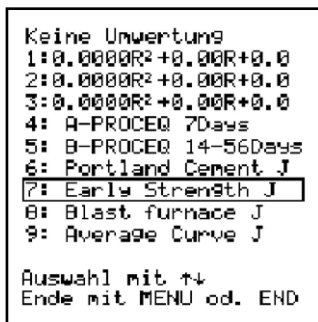

Fig. 4.4 Menü Umrechnungskurven
- oder zwischen 2 programmierten Proceq- Standardkurven sowie (ab Version 4.0) 4 Japan-Kurven wählen. (Siehe Fig. 4.4)